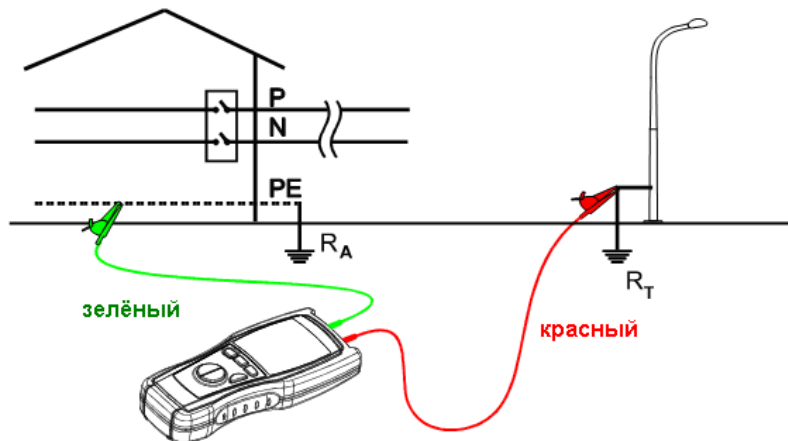

Рис. 3: Подключение прибора для измерения по 2-х полюсной схеме/EARTH 2W
Например, в качестве вспомогательный электрода можно использовать водопроводный кран, металлический столб освещения (**рис. 3**) или любую металлическую деталь, вкопанную в землю, при условии, что сопротивление заземления в этих случаях пренебрежимо мало.
- Подсоедините зажимы «крокодил» к вспомогательному естественному заземлителю и объекту тестирования, как показано на **рис.3** и **рис.4**.